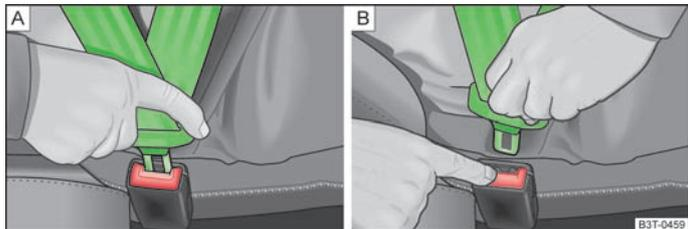

Fig. 118 Bouclage/débouclage des ceintures de sécurité
- Engagez la languette dans la boucle du siège correspondant » fig. 118 – A] jusqu'à ce qu'elle s'enclenche de façon audible.
- Appuyez sur la touche rouge de la boucle » fig. 118 – B], la languette est éjectée.